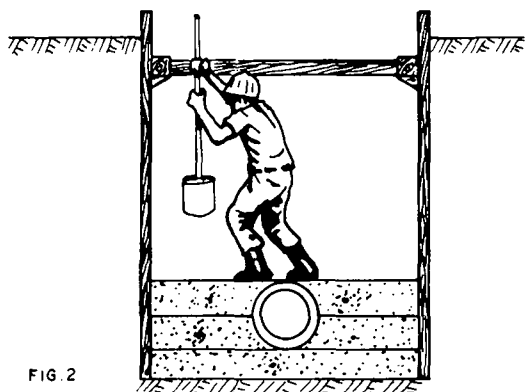

FIG. 2
2.º Passo — Faça a 2.ª camada com terra peneirada (fig. 2).